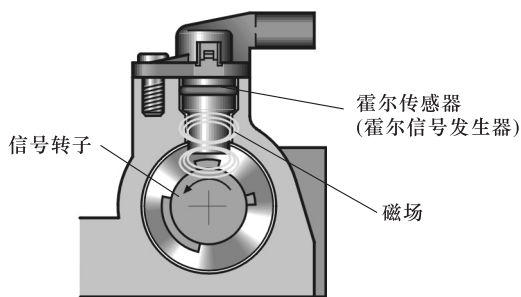

图 4-46 大众汽车上的触发轮齿式霍尔曲轴位置传感器
(1) 结构 触发轮齿式霍尔曲轴位置传感器一般都是由霍尔信号发生器和信号转子两个基本元件组成。但不同车系的触发轮齿式霍尔曲轴位置传感器会略有差别, 如图 4-46 所示是大众汽车上的触发轮齿式霍尔曲轴位置传感器。
(2) 工作原理 为了更好地说明触发轮齿式霍尔曲轴位置传感器的工作原理, 以北京切诺基吉普的触发轮齿式霍尔曲轴位置传感器为例对此种类型的传感器的结构原理进行进一步的介绍。